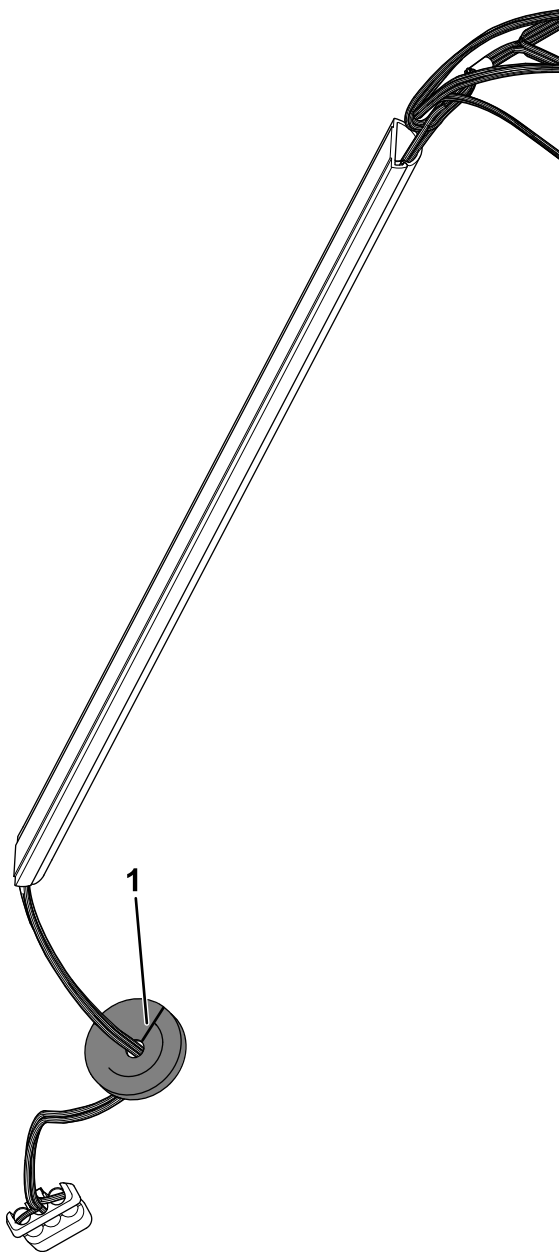

Рисунок 12
2. Уложите жгут проводов с 3-штыревым разъемом в кабельный короб (Рисунок 12).
3. Вставьте жгут проводов в разрез уплотнительной втулки (Рисунок 12).